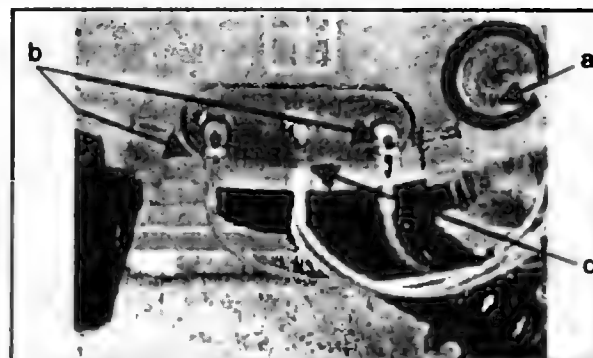

Рис. 3.9.1.18. Крепление ТЭНа и колбы термостата
- Отворачивают винт, которым крепится жгут проводов. Снимая со жгута зажимы, освобождают капиллярную трубку. Извлекают колбу термостата из гнезда в баке (поз. а, рис. 3.9.1.18).